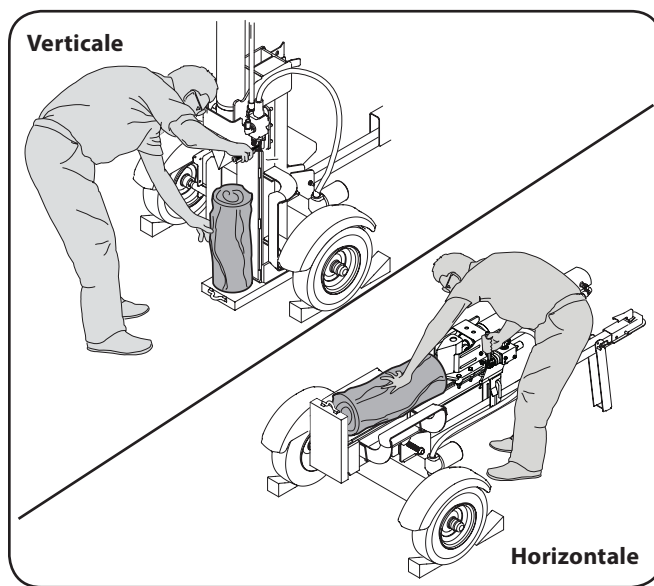

Figure 2-1
6. Lorsque vous utilisez l'appareil, placez-vous dans la zone de travail comme indiqué dans le manuel de l'utilisateur. Voir Figure 2-1.
- a. Utilisation en position horizontale : Placez-vous du côté de la poignée de commande de la fendeuse à bûches et, si nécessaire, stabilisez bien la bûche comme indiqué. Voir Figure 2-1.
- b. Utilisation en position verticale : Placez-vous devant la fendeuse à bûches et, si nécessaire, stabilisez la bûche comme indiqué. Voir Figure 2-1.